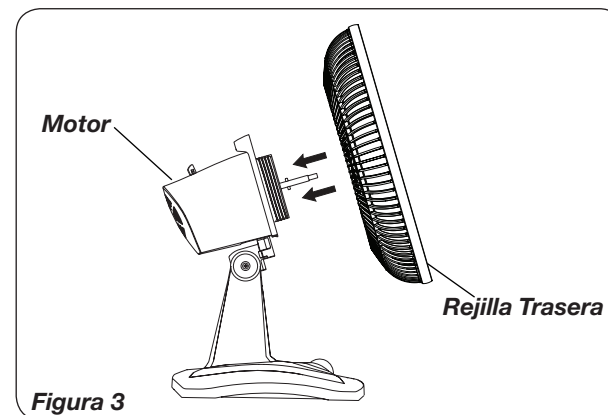

Figura 3
3. Inclinar la cabeza del ventilador hacia atrás. Coloque la *Rejilla Trasera* en el *Motor*. (La marca UP indica la parte superior.) (Figura 3)